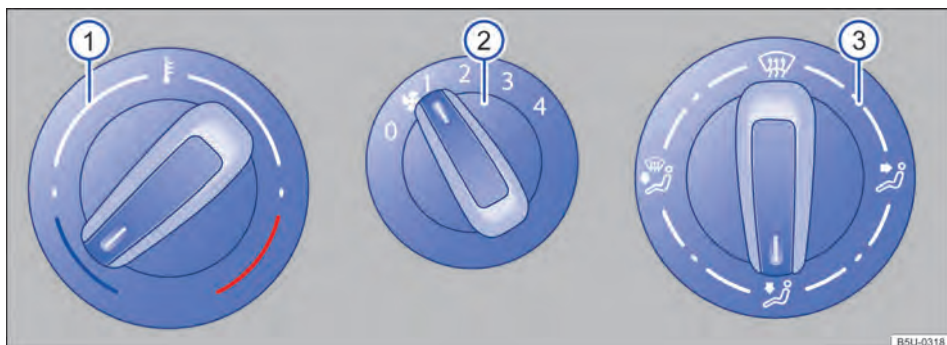

Fig. 71 Comandos do sistema de ventilação e aquecimento.
- *Sistema de ventilação e aquecimento*: girar o regulador do ventilador para o nível 0 → Fig. 71 (2).
- *Sistema de ventilação e aquecimento*: girar o regulador rotativo esquerdo → Fig. 71 (1) para regular a respectiva temperatura.
- *Sistema de ventilação e aquecimento*: girar o regulador do ventilador → Fig. 71 (2).
- *Sistema de ventilação e aquecimento*: girar o regulador da direita → Fig. 71 (3) para posição desejada.
- Em veículos com sistema de aquecimento, girar o botão da temperatura → Fig. 71  totalmente para a direita, para a posição máxima de aquecimento.